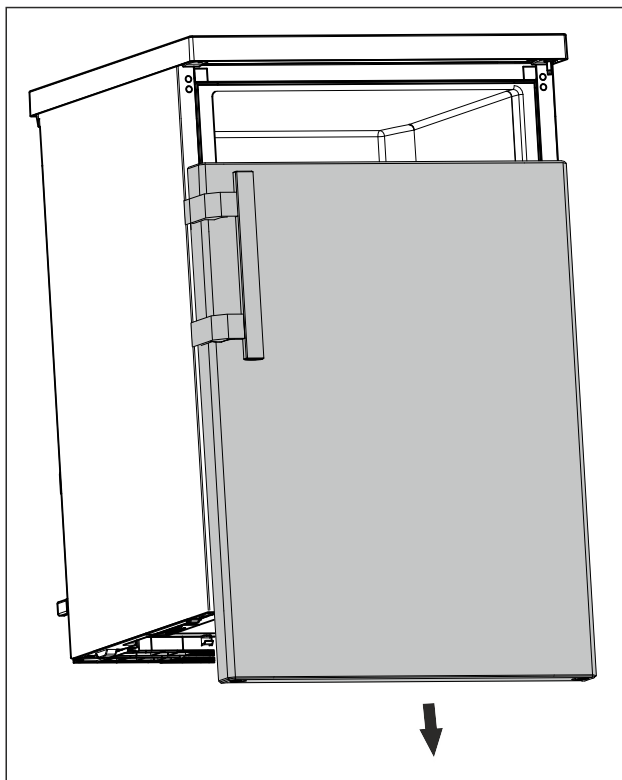

Fig. 17
- Retirer la porte vers le bas. (voir Fig. 17)